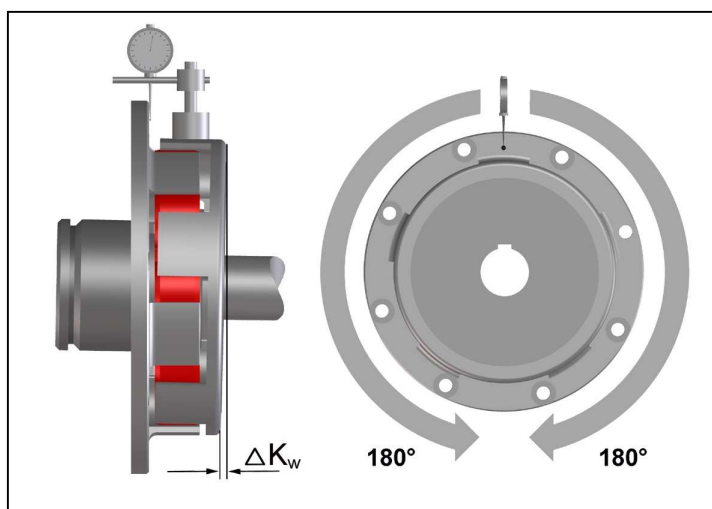

Bild 6
- Vermessen Sie eine ganze Umdrehung (360°) stirnseitig am äußeren Durchmesser. Ermitteln Sie dabei die größte Abweichung K_{w1} sowie die kleinste Abweichung K_{w2} (Bild 6). Berechnen Sie die Winkelverlagerung